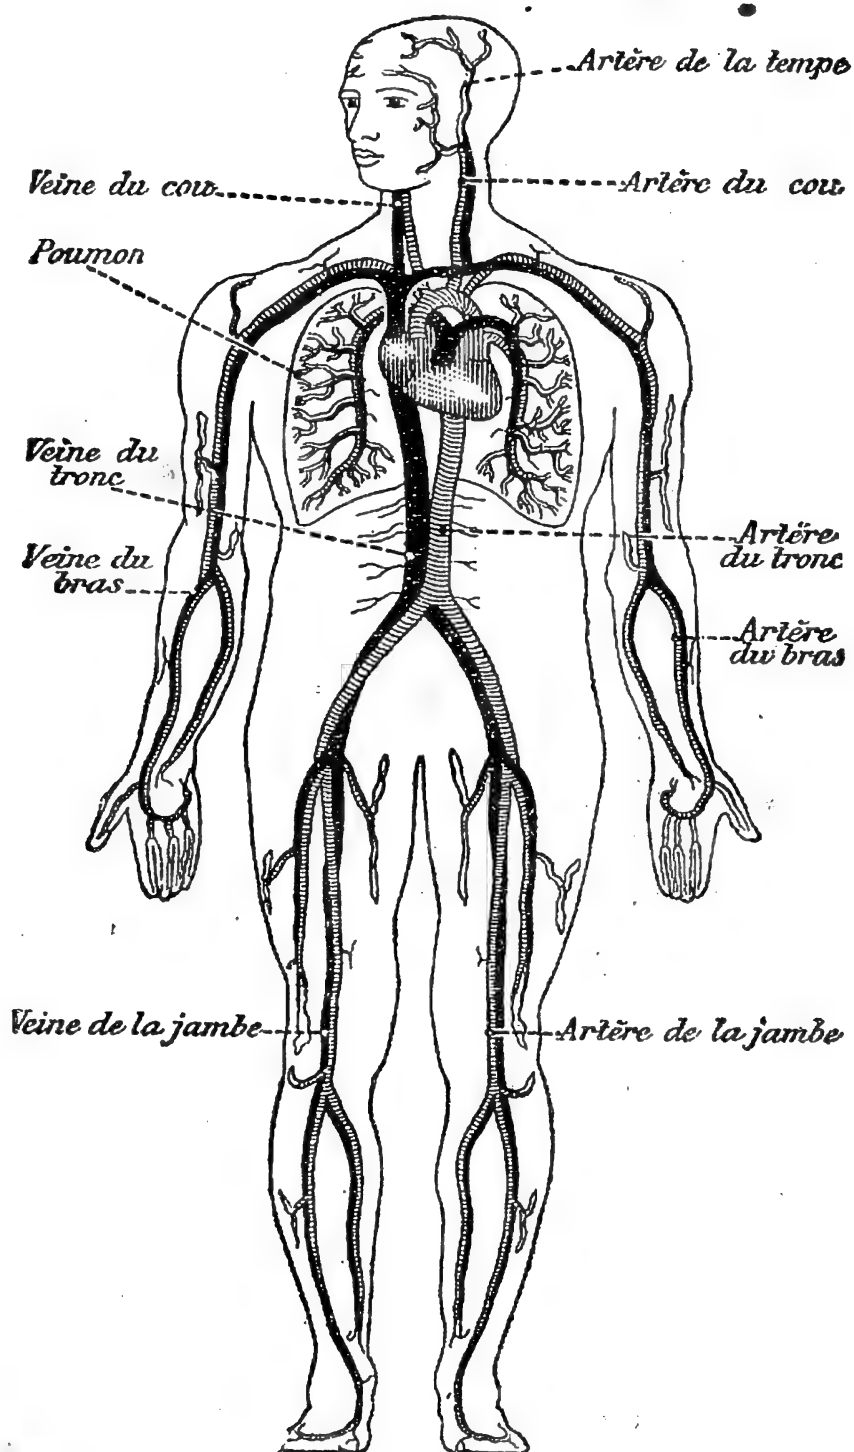

Fig. 4. — Quelques-unes des principales artères et veines de notre corps.
**5. Les vaisseaux qui conduisent le sang.** — Le sang ainsi lancé suit une sorte de tuyau qui se divise en plusieurs autres; ceux-ci se divisent à leur tour en d'autres plus petits qui vont à la tête, dans les bras, dans les jambes, dans toutes les parties du corps (fig. 4) : on les nomme des *vaisseaux*.